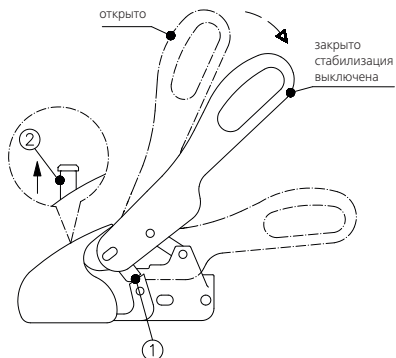

Рисунок 4: отсоединение
Для выравнивания прицепа воспользуйтесь, пожалуйста, установленными на прицепе поручнями вместо рычага управления WS 3000/WS 3500. Открытое ТСУ насаживается на сцепной шар автомобиля-тягача. (Рис. 4). За счет нагрузки на сцепной шар и возможной дополнительной нагрузки на дышло ТСУ автоматически запирается и боковые стопорные серги (1) стоят параллельно к стопорной поверхности на корпусе. (Рис. 4). Если сцепной шар находится в картере сцепления, виден зеленый штифт контрольной индикации (2). (Рисунок 4).
Если прицеп не эксплуатируется длительное время, его следует поставить на стойку с закрытым TCU. Для этого поднять открытый рычаг управления (Рис. 4), одновременно потянуть вперед упор шара (подвижный элемент - Рис. 9) или вдавить в полость шара SAFETY BALL и медленно закрыть рычаг управления.